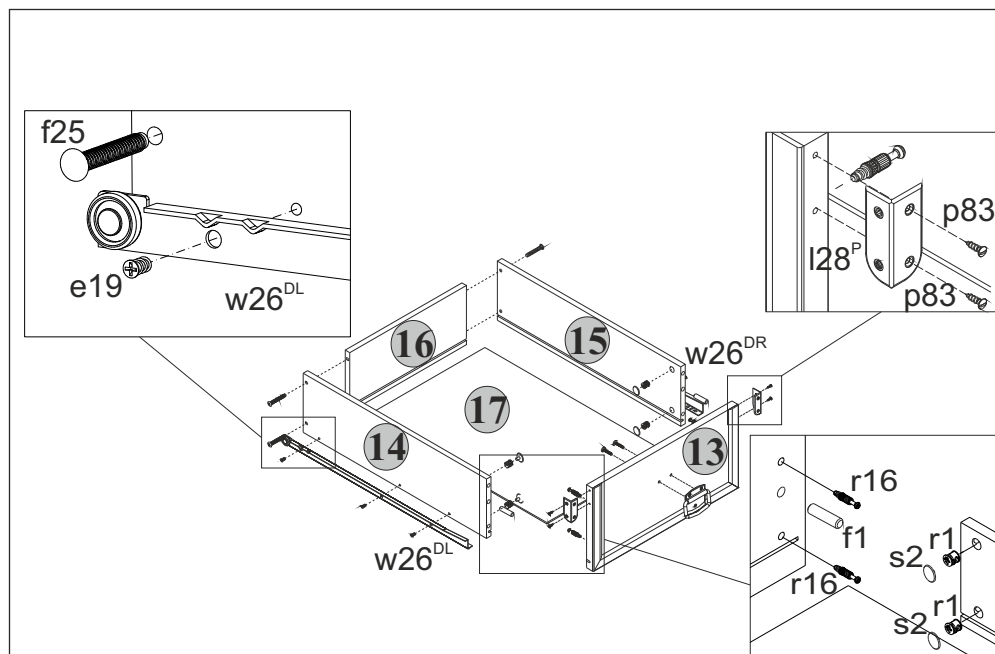

Рис. 3
5.22 В отверстия диаметром **8 мм** на передних кромках стенок боковых **14** и **15** корпусов выдвижных ящиков вбить деревянные шканты **f1** (**см.рис.3**).
5.23 В отверстия диаметром **15 мм** на внутренних поверхностях стенок боковых **14** и **15** корпусов выдвижных ящиков вставить стяжки эксцентрикковые **r1** (**см.рис.3**).
5.24 В отверстия диаметром **5 мм** на внутренних поверхностях панелей передних **13** ящиков выдвижных с помощью крестообразной отвертки вкрутить винты стяжки **r16** (**см.рис.3**).
5.26 Соединить панели передние **13** с корпусами ящиков выдвижных и затянуть стяжки эксцентрикковые **r1**, пользуясь специальным ключом **z1**. Закрыть стяжки эксцентрикковые заглушками **s2** (**см.рис.3**).